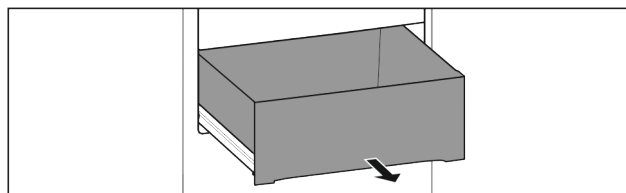

Fig. 13
- Le tiroir est complètement sorti (voir Fig. 13) .